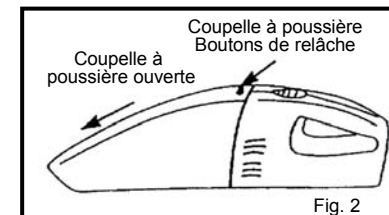

Fig. 2
1. Pour ouvrir le compartiment de la coupelle, appuyez sur son bouton de relâche et retirez-le. (Fig. 2)